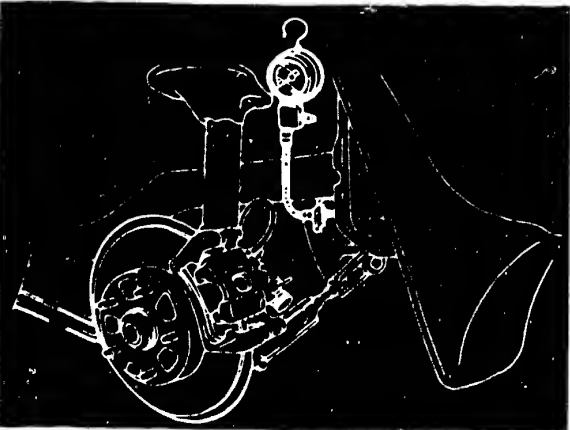

Bild 19 Zur Prüfung des integrierten Bremskraftregelventils ist an den Vorder und Hinterradbremse ein Prüfmanometer zu montieren.
- 1. An einer Vorder- und Hinterradbremse den Bremsschlauch an der Bremsleitung lösen und dort ein Manometer anschliessen (Bild 19).